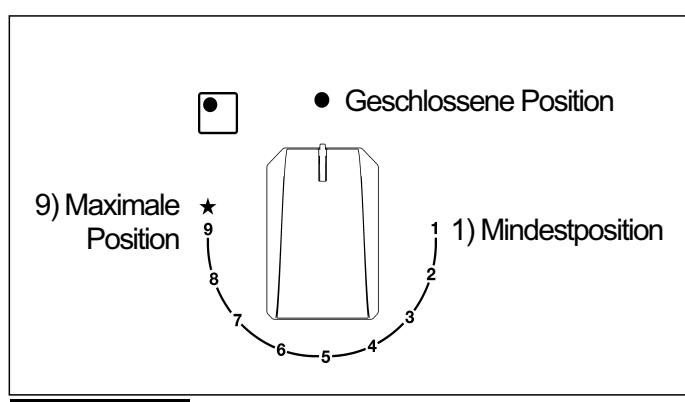

ABB. 1
Drücken und drehen Sie den Knopf, der dem gewünschten Brenner entspricht, gegen den Uhrzeigersinn, bis er die volle Einschaltposition erreicht  (Position 9 Abb. 1). Drücken Sie dann den Knopf. Der Hahn ist mit einer Skala von 9 Positionen ausgestattet, bei jedem Klicken wird die Flamme reduziert, bis Sie die Position 1 erreichen, d.h. die minimale Gaszufuhr.
Die Drehknöpfe der Brenner mit Flammenwächter müssen gegen den Uhrzeigersinn gedreht werden, bis sie die volle Einschaltposition (Position 9, Abb. 1) erreichen und zum Stillstand kommen. Drücken Sie nun den entsprechenden Knopf und wiederholen Sie die zuvor beschriebenen Vorgänge.
- Wenn der Topf zum Kochen kommt, stellen Sie den Drehknopf auf die reduzierte Position (Position 1, Abb. 1).
- **Brenner mit Flammenwächter dürfen nur gezündet werden, wenn der entsprechende Knopf auf der vollständig eingeschalteten Position steht (Position 9, Abb. 1).**